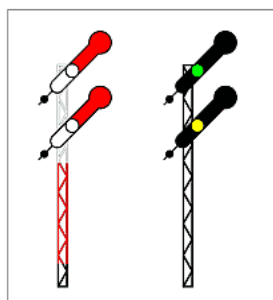

Рис. 206
1) входными - двумя поднятыми крыльями под углом 135 град. к мачте днем и зеленым и желтым огнями ночью - разрешается поезду следовать на железнодорожную станцию на боковой железнодорожный путь с готовностью остановиться на железнодорожной станции (рис. 206);
2) выходными - двумя поднятыми крыльями под углом 135 град. к мачте днем и зеленым и желтым огнями ночью - разрешается поезду отправиться на ответвление (рис. 206).